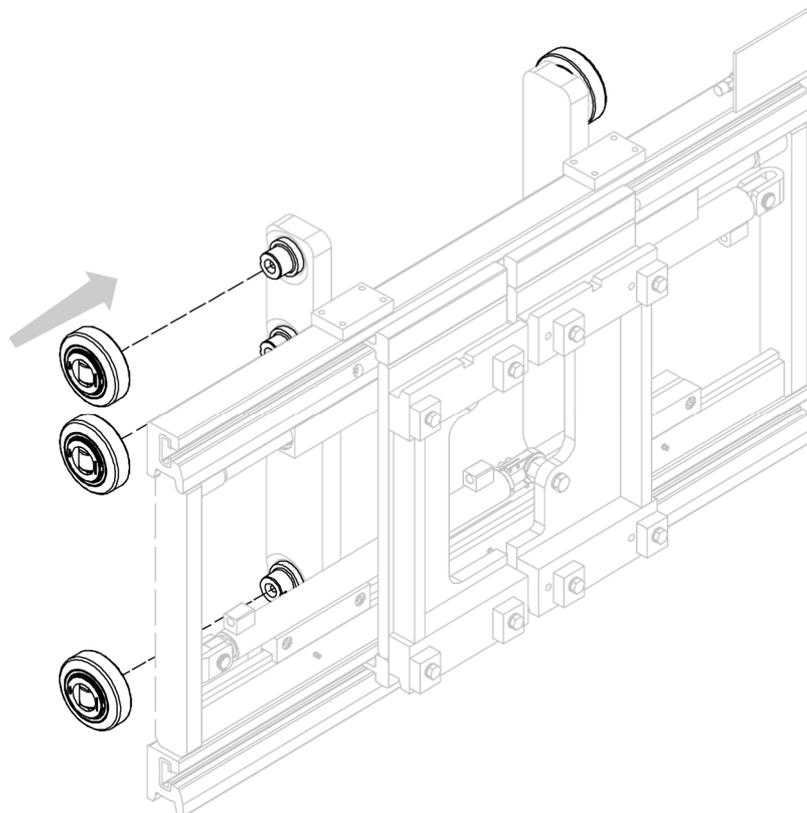

Abbildung 2
4. Verbinden Sie die Rollen / Lager (nicht immer im Lieferumfang enthalten) mit den Bolzen an den Schultern des Geräts (siehe *Abbildung 2*) In dieser und den folgenden Abbildungen sind Lager, Schultern und Masten lediglich zur Veranschaulichung dargestellt und dienen dazu, die korrekte Montage des Geräts zu zeigen, da diese je nach Gerät variieren können.